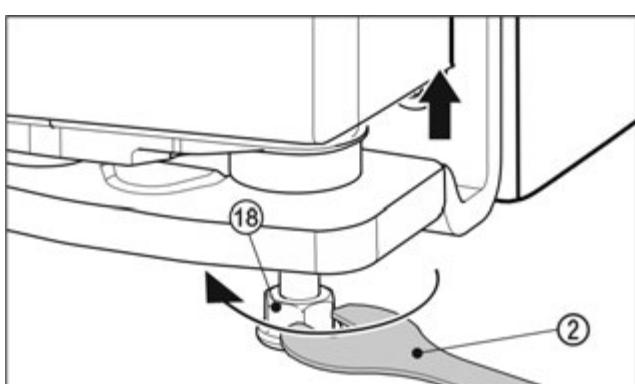

Fig. 26
- ▶ Щоб підняти дверцята, прокрутіть вправо опорну ніжку Fig. 26 (18) за допомогою гайкового ключа Fig. 26 (2) з комплекту поставки до контакту з підлогою. Після цього продовжуйте обертати до встановлення потрібної висоти дверцята. На момент постачання опорний гвинт повністю закручений.